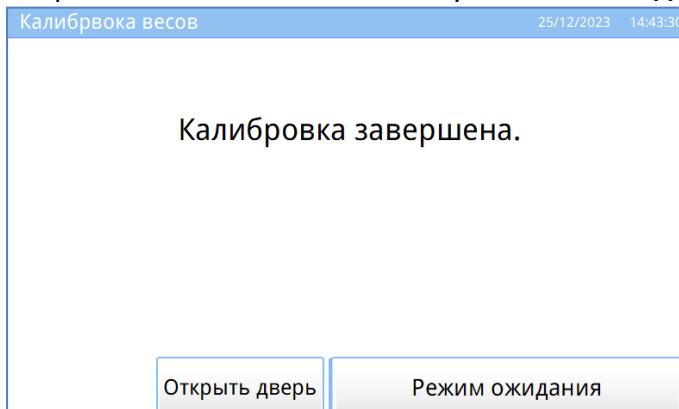

Рисунок 38 – Завершение калибровки весов
5.9.8 Для завершения калибровки весов нажать на кнопку «**Режим ожидания**» (см. рисунок 38).